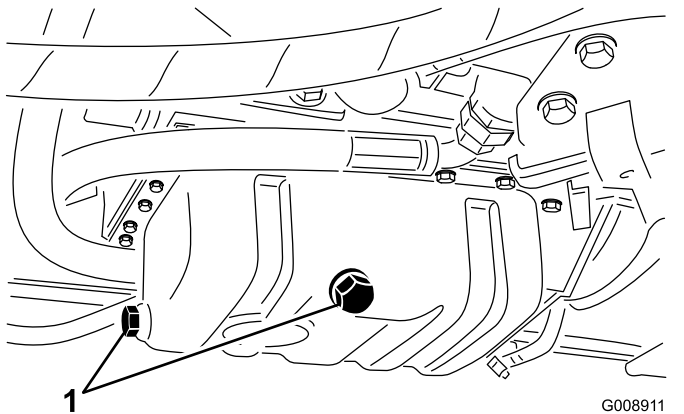

Bild 73
3. Entfernen Sie eine Ablassschraube (Bild 73) und lassen das Öl in eine Auffangwanne ablaufen; setzen Sie die Schraube ein, wenn kein Öl mehr ausläuft.